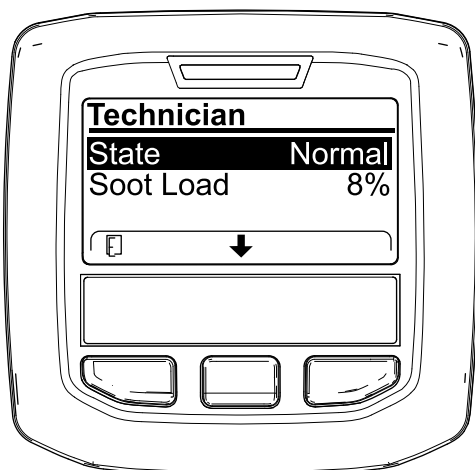

Figura 35
- Servitevi della tabella dell'operatività FAP per comprendere lo stato corrente dell'operatività del FAP (DPF) (Figura 35).